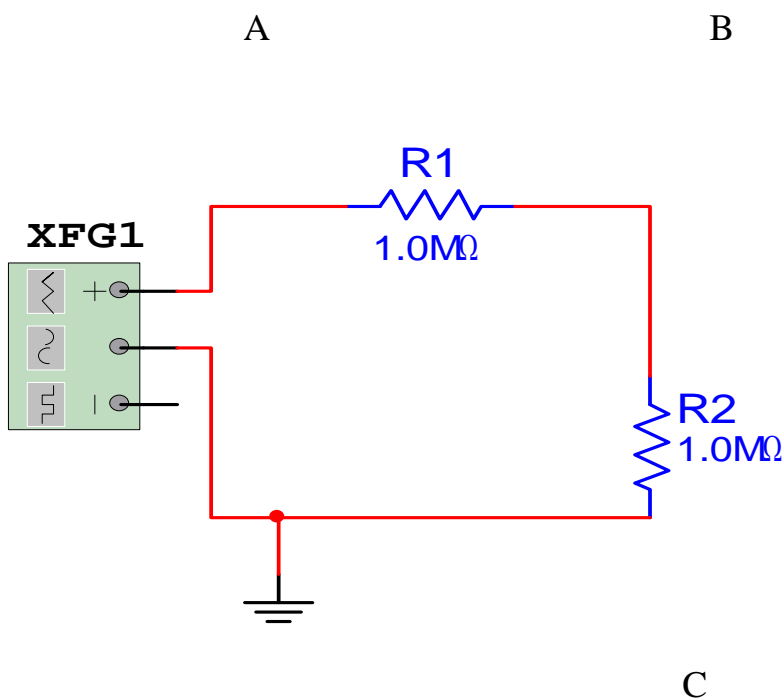

Fig. 1
1. Armar el siguiente circuito. Fig. 1